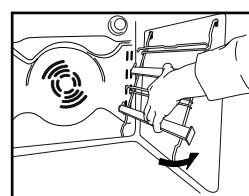

Fig. 4
- Plasser sidestøttegitteret på plass i ovnsrommet (fig. 4).